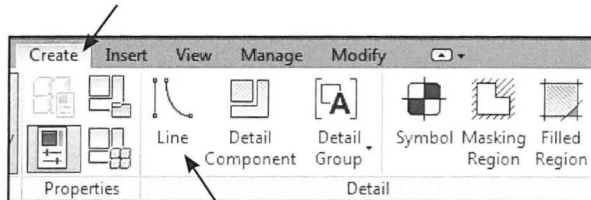

Fig. 15.61. Tegneredskaberne ligger under *Create*. Optegner størne med *Lines*.
- Klik *Create - Line* (Fig. 15.61).